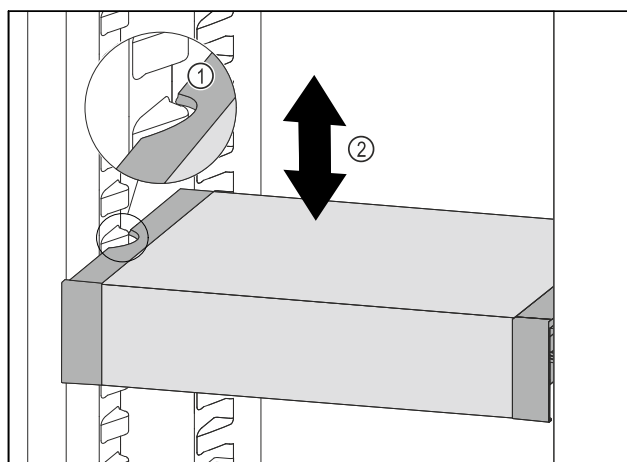

Fig. 108
- Húzza előrefelé a VarioSafe fiókot annyira, hogy a VarioSafe oldalsó kivágásai a hűtőrészben a tartóborda magasságában legyenek. Fig. 108 (1)
- A hűtőrészben a VarioSafe fiókot mozgassa felfelé vagy lefelé a kívánt magasság eléréséig. Fig. 108 (2)